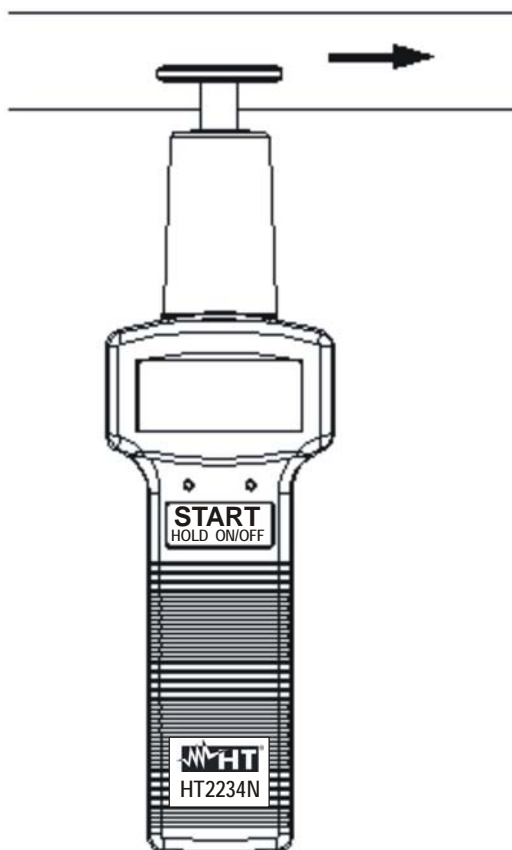

Fig. 4: misura di velocità su superficie
4. Posizionare l'adattatore meccanico a contatto con la superficie di cui si vuole misurare la velocità, come mostrato in Fig. 4: